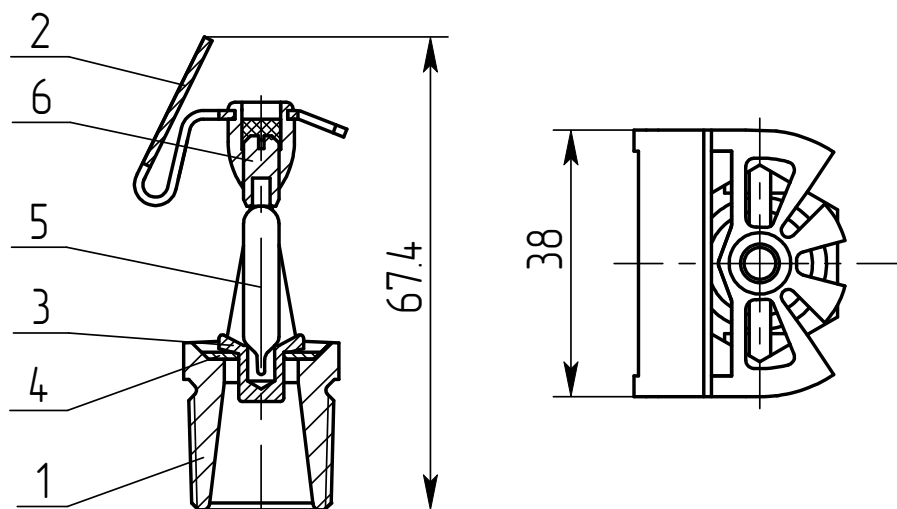

Рис.1
3.1 Ороситель, представленный на рис. 1, состоит из: корпуса 1; розетки 2; крышки 3; тарельчатой пружины 4; запорной стеклянной колбы 5; винта 6.